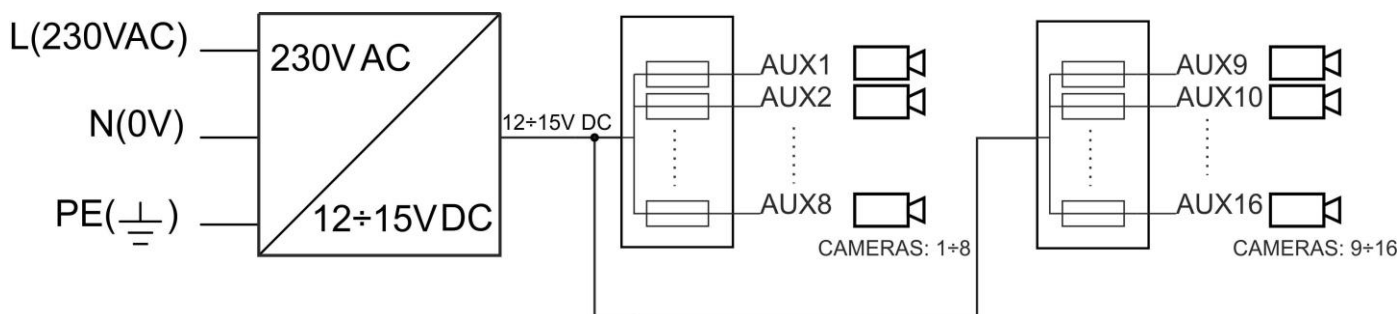

Fig.1. Diagrama de flujo de la fuente de alimentación.
1.2. Diagrama de flujo (fig.1).